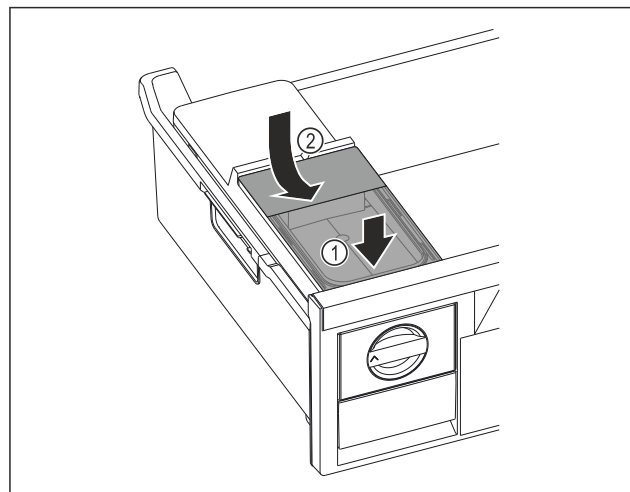

Fig. 162
- Pridėkite vandens baką priekyje Fig. 162 (1)
- Nuleiskite vandens baką gale Fig. 162 (2)